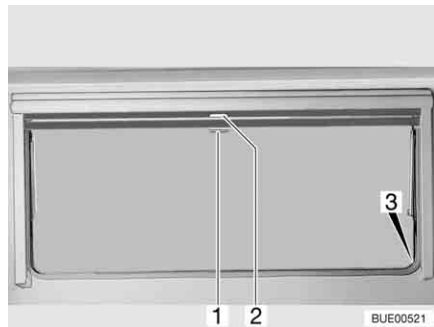

Bild 58 Överkantshängda fönster
- Drag ned mörklägningsrullgardinen med handtaget (Bild 58,2). När mörklägningsrullgardinen dras ned helt fäster man det man i spärrarna (Bild 58,3) på båda sidorna på fönsterkarmen.
- När mörklägningsrullgardinen är helt neddragen: Tryck ned handtaget (Bild 58,2) och drag det något inåt. Nu kan man ta loss mörklägningsrullgardinen ur spärrarna på båda sidorna av fönsterkarmen.
- När mörklägningsrullgardinen inte är helt neddragen: Drag handtaget (Bild 58,2) lätt nedåt tills spärren släpper.
- Drag ner insektsnätet med handtaget (Bild 58,1) och fäst det i spärrarna (Bild 58,3) på båda sidorna av fönsterkarmen.
- Tryck ned handtaget (Bild 58,1) och drag det något inåt. Lossa insektsnätet ur spärrarna på båda sidorna av fönsterkarmen.